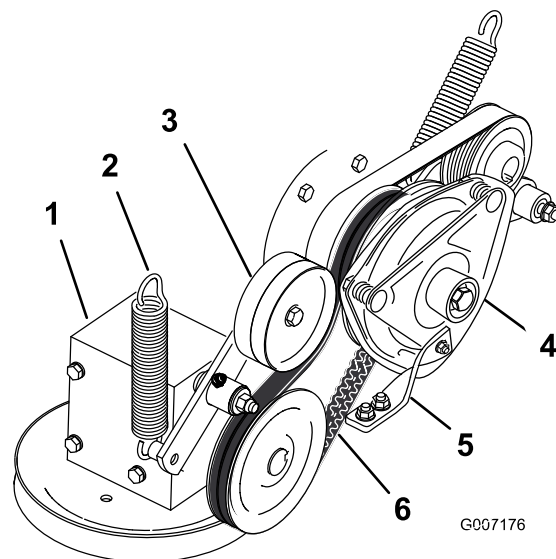

Figura 69
4. Retire el muelle del brazo de la polea tensora (Figura 69).
7. Instale la correa de transmisión de la PTO alrededor de la polea del embrague y la polea de la caja de engranajes (Figura 69).
9. Instale el muelle en el brazo tensor (Figura 69).